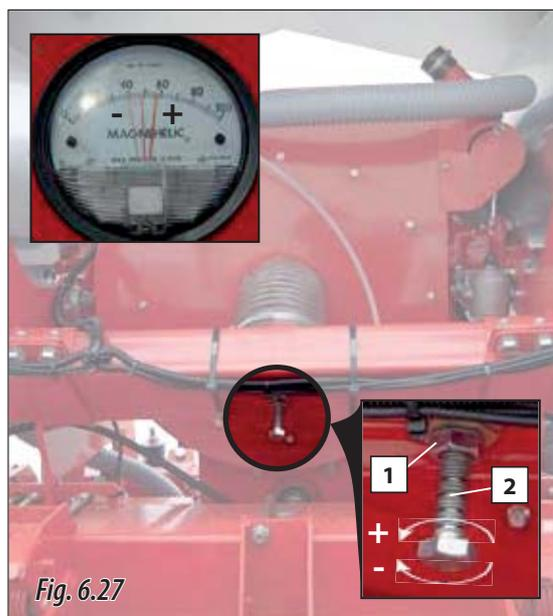

Fig. 6.27
- 1- Desserrer l'écrou (1, Fig. 6.27).
- 2- Serrer la vis pour diminuer la pression ou la desserrer pour augmenter la pression d'aspiration (2, Fig. 6.27).